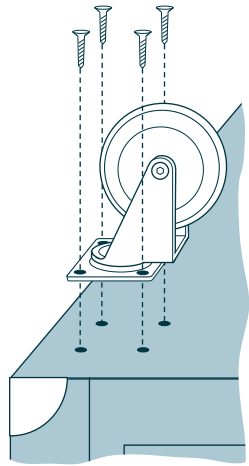

fig. 1 / Abb. 1
2. Set screws into holes (fig. 1) and tighten to secure. Repeat for each wheel. Set cabinet upright.
2. Placez les vis dans les trous (fig.1) et vissez-les correctement. Répétez l'opération pour chaque roulette. Retournez le meuble.
2. Setzen Sie die Schrauben in jedes Loch (Abb. 1) und schrauben Sie diese zwecks Fixierung fest. Wiederholen Sie diesen Vorgang für jedes Rad und drehen Sie dann das Kabinett wieder um.